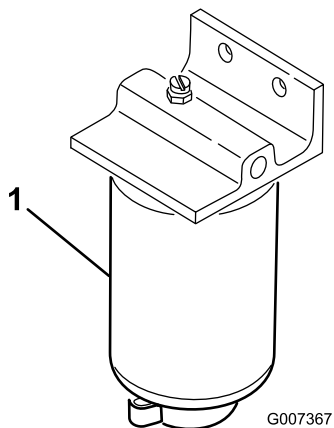

图 34
3. 打开燃油滤清器上的排油塞大约旋转一周排干积水图 34。